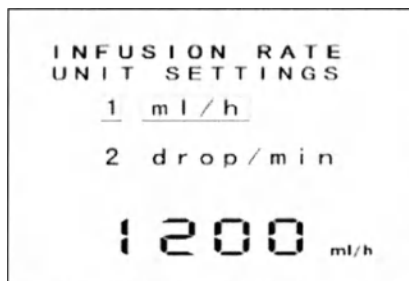

Рис. 19 – Экран выбора мл/ч или капли/мин
3. Нажмите , чтобы войти в меню INFUSION RATE UNIT SETTINGS (рис. 19).